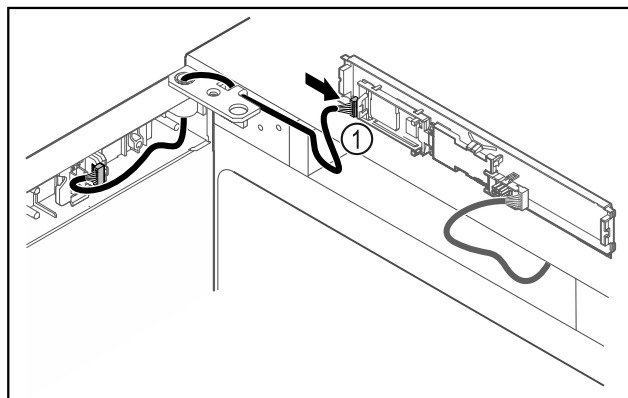

Fig. 40
- Dugja be a dugót Fig. 40 (1) a NYÁK-on.